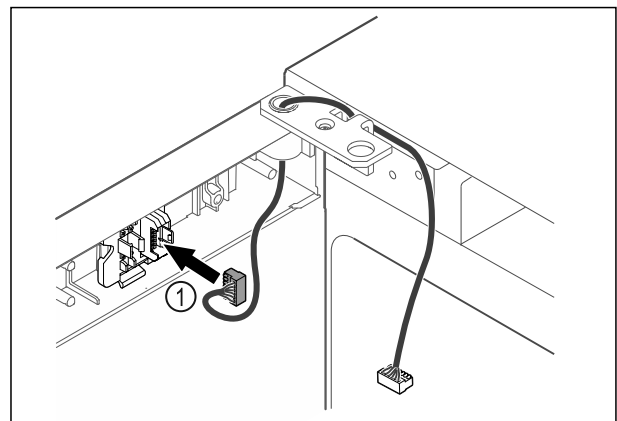

Fig. 63
- ▶ Вставити штекер Fig. 63 (1) в кріплення штекера.